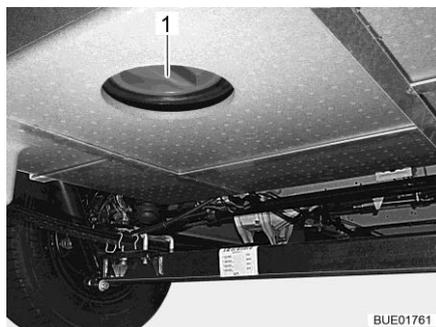

Fig. 285 Ouverture de nettoyage (réservoir d'eaux usées)
- Ouvrir l'ouverture de nettoyage (Fig. 285,1) du réservoir d'eaux usées et le robinet de vidange.